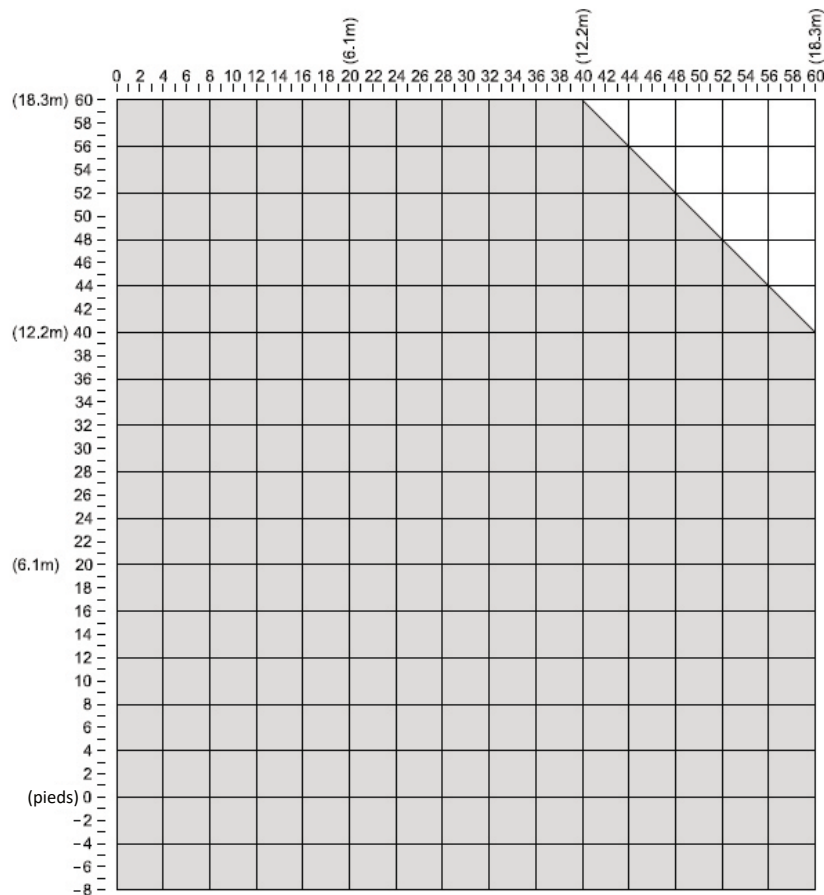

Figure 2.3 - Diagramme pour terminaison d'évacuation horizontale
- La Figure 2.3 sert de guide pour calculer le trajet total du conduit d'évacuation. La terminaison doit aboutir dans la zone ombrée de la Figure 2.3.